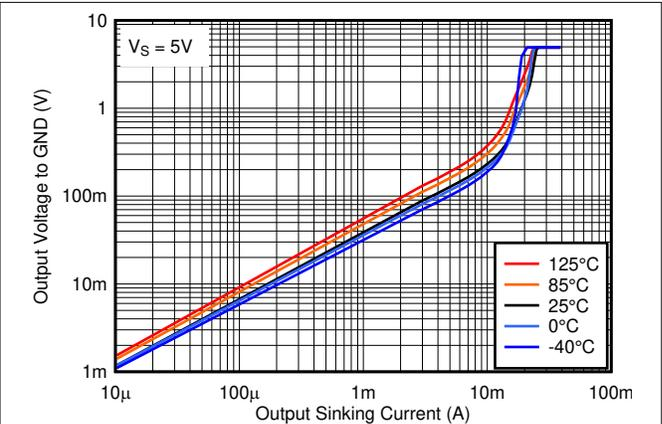

図 5-20. 出力 Low 電圧と出力シンク電流の関係、5V
- $R_{CE}$  は、図 5-20 で目的の温度における線形領域の勾配を計測するか、 $V_{OL}$  を  $I_{out}$  で除算することで決定できます。